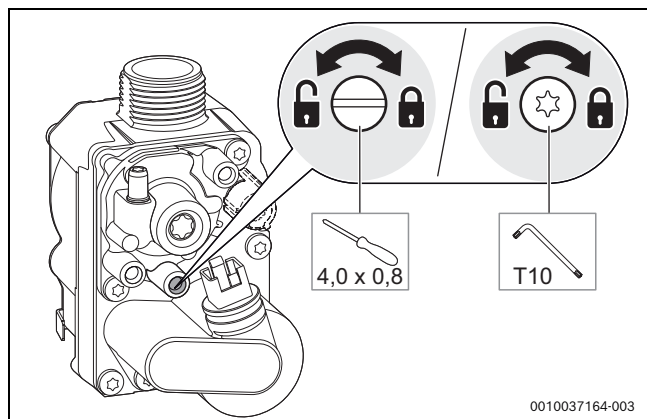

Bild 102 Gas-Anschlussdruck messen
- Schraube am Messstutzen für den Gas-Anschlussdruck 2 Umdrehungen lösen (→ Bild 102).